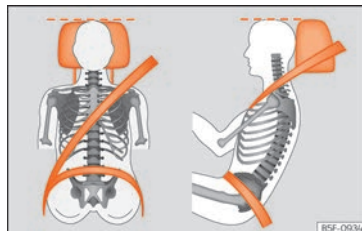

Abb. 89 Richtig eingestellte Kopfstütze von vorne und seitlich betrachtet.
- Stellen Sie die Kopfstützen so ein, dass sich die Oberkante der Kopfstütze möglichst auf einer Linie mit dem oberen Teil Ihres Kopfes, aber mindestens auf Augenhöhe befindet » » **Abb. 89.**